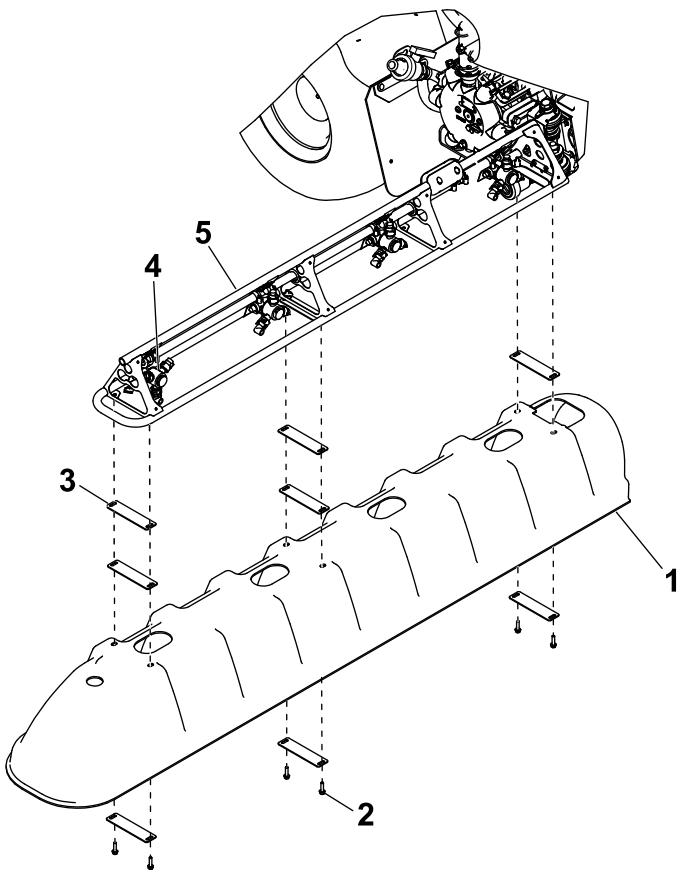

Figure 10
2. Fixez 1 des couvercles de rampe latérale (Figure 10) à l'aide de 8 plaques de boulonnage, 6 boulons à tête hexagonale (5/16" x 1 1/4") et 6 écrous en U.
Remarque: Placez des plaques de boulonnage supplémentaires entre les couvercles des rampes extérieures et le cadre en treillis de la section de rampe extérieure pour augmenter le jeu entre les couvercles selon les besoins. Voir Figure 10.